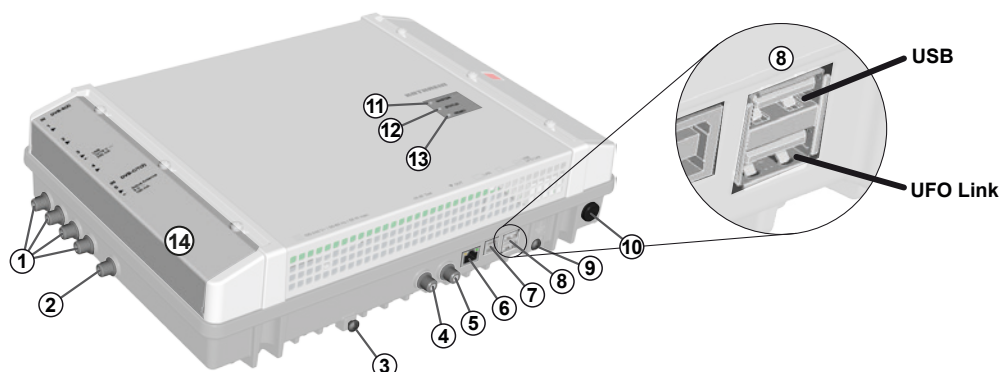

Fig. 1: Éléments constitutifs
- Ne pas ouvrir le boîtier et ne pas transformer l'appareil, ceci annulerait la garantie. Exception : couvercle des logements CI (14) sur la Fig. 1, p. 3)
1. Raccordez une ligne de compensation du potentiel (Cu,  $\geq 4 \text{ mm}^2$ ) à la vis de mise à la terre ; voir ⑨ sur la Fig. 1, p. 3.